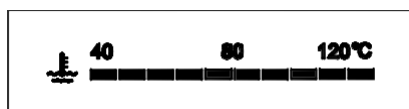

Figura 3-10 Temperatura do fluido de arrefecimento do motor indicada no display combinado
- 2) Verifique a temperatura do fluido de arrefecimento do motor via display combinado, como mostrado na Figura 3-10.